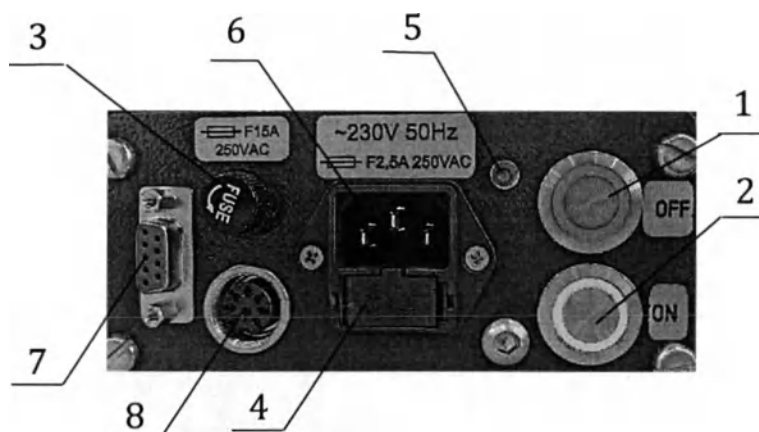

Рисунок 3 – Панель питания.
9.3 Перед использованием стола по назначению подсоедините тумбу стола к контуру наружного заземления с помощью заземляющего зажима, расположенного слева от панели питания (Рисунок 3).
9.6 В держатель предохранителя 3, расположенный на панели питания (Рисунок 3) установите предохранитель 15А. Для этого необходимо снять крышку держателя предохранителя, открутив ее в направлении против часовой стрелки, установить предохранитель и закрутить крышку в обратном направлении.
9.8 На панели питания (Рисунок 3) нажмите кнопку 2. При этом включится подсветка кнопок.
9.11 Если индикатор 12 горит желтым цветом, это означает, что аккумуляторные батареи частично разряжены. При полностью разряженных батареях индикатор 12 начинает мигать и при этом раздаётся прерывистый звуковой сигнал. В таком режиме работать запрещено. Необходимо перейти на работу от сети питания 230V, 50Hz, вставив один конец съёмного шнура питания в разъём 6 (Рисунок 3), а второй – в сеть питания $\sim(230\pm23)V, (50\pm0,1) Гц$.
ВНИМАНИЕ! Зарядка аккумуляторных батарей должна проводиться при включенном столе. При этом должны гореть индикатор 5 и подсветка кнопок 1,2 (Рисунок 3). Индикатор 12 на пультах мигают зеленым цветом (Рисунки 4, 6).